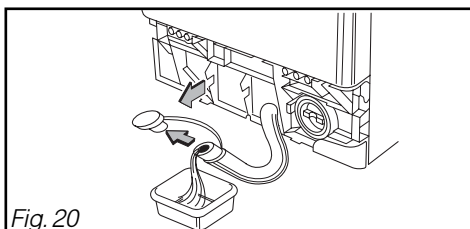

Fig. 20
- Si votre appareil en est muni, sortez le tuyau de purge en déclippant le bouchon du socle (Fig. 20).
- Ouvrez le bouchon à l'extrémité du tuyau et laissez l'eau s'écouler dans le récipient (Fig. 20).